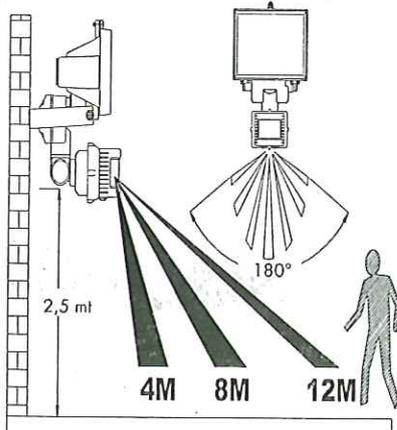

Fig. 1 Area di rilevamento del sensore PIR
- 2 La lampada dovrà essere installata facendo uso della apposita staffa di supporto. Vedi fig. 1
- 3 Facendosi aiutare da un'altra persona, attraversare l'area di copertura del sensore, procedere quindi alla regolazione ottimale del sensore PIR nell'area desiderata e verificando nel contempo la corretta accensione della lampada. Fare riferimento alla fig. 1.